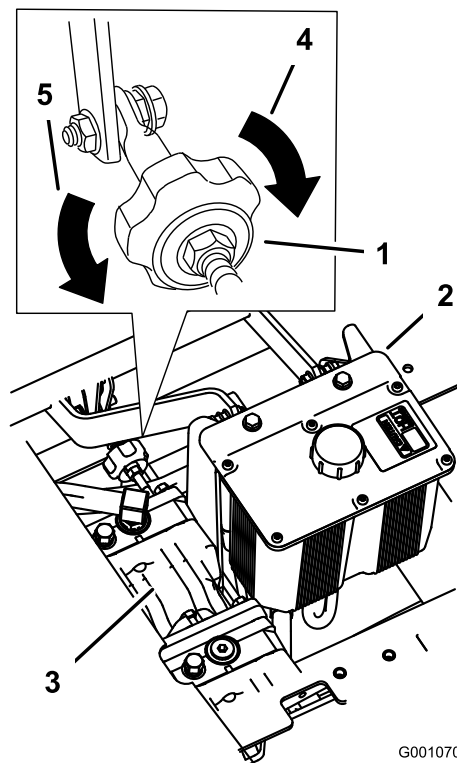

Figura 42
4. Per sterzare verso destra, girate la manopola verso il lato destro della macchina. Vedere Figura 42.
5. Per sterzare verso sinistra, girate la manopola verso il lato sinistro della macchina. Vedere Figura 42.